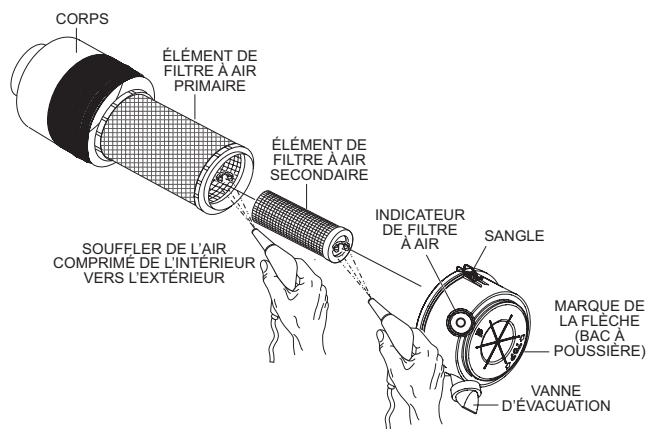

Figure 61. Filtre à air moteur
Ce moteur diesel Isuzu est équipé d'un élément de filtre à air en papier haute densité remplaçable (Figure 61). Le filtre à air est également équipé d'un élément interne (secondaire) qui sert de filtre de secours si l'élément primaire est endommagé. Vérifiez le filtre à air tous les jours ou avant de démarrer le moteur. Remplacez le filtre à air si nécessaire.
1. Libérez les loquets qui fixent le couvercle au corps du filtre à air (Figure 61).
2. Retirez le **couvercle du filtre à air** (Figure 61) et mettez-le de côté.
3. Retirez les éléments du filtre à air primaire et secondaire (Figure 61).
5. Pour nettoyer l'**élément primaire** (filtre à air en papier) comme indiqué dans la Figure 61, tapez plusieurs fois sur l'élément filtrant sur une surface dure pour enlever la saleté, ou soufflez de l'air comprimé, sans dépasser 30 lb/pi² (207 kPa, 2,1 kgf/cm²), à travers l'élément filtrant de l'intérieur vers l'extérieur.
8. Nettoyez l'intérieur du **corps du filtre à air** (Figure 61).